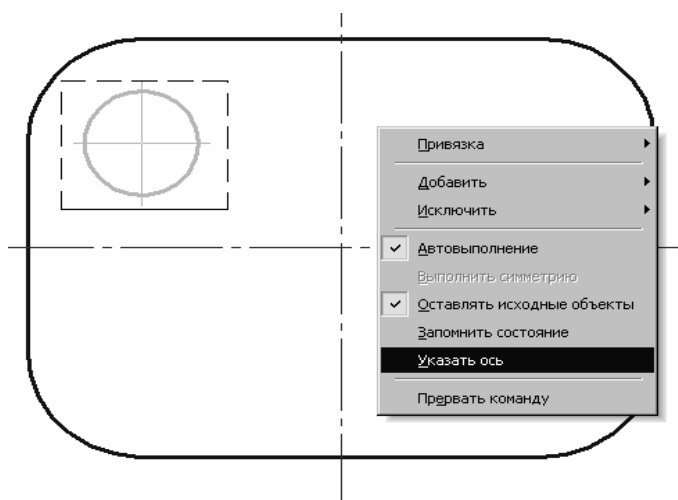

Рис. 2.16
9.4. Указать мишенью на вертикальную ось симметрии в любой ее точке – система выполнит построение верхнего правого отверстия (рис. 2.16).